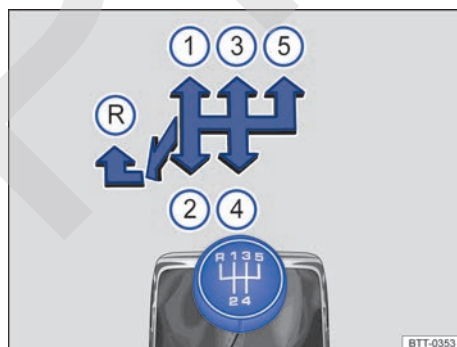

Fig. 100 Esquema de la transmisión manual de 5 marchas.
Las posiciones de cada marcha están representadas en la palanca de cambios → fig. 100.
- Mueva la palanca de cambios completamente hacia la izquierda y después hacia adelante para situarla en la posición de la marcha atrás → fig. 100 (R).